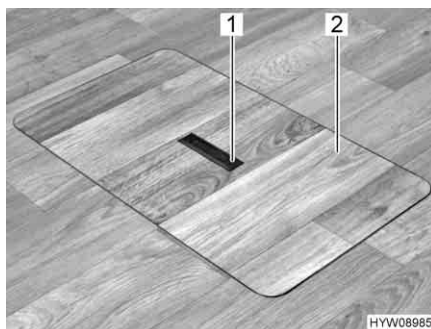
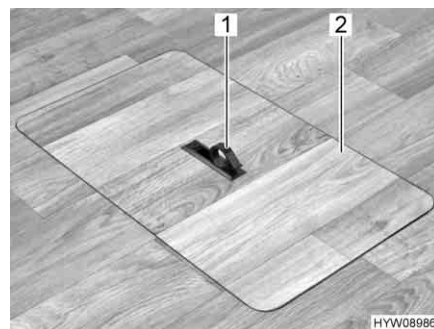

Fig. 76 Copertura vano pavimento (maniglia abbassata)
Fig. 77 Copertura vano pavimento (maniglia estratta)
- Spingere la piastra di presa (Fig. 76,1) verso il basso da un lato. La maniglia (Fig. 77,1) viene ruotata verso l'alto.
- Alzare la copertura (Fig. 77,2).
- Collocare la copertura (Fig. 77,2) nell'intelaiatura presente sul fondo.